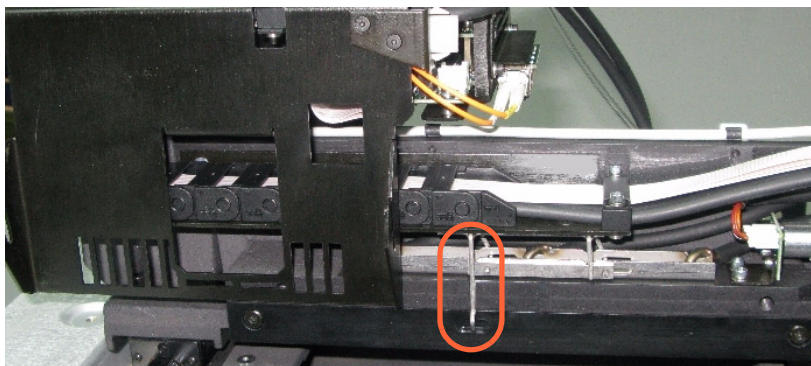

Figure 6-42 : Goupille de blocage du collecteur de déchets du rouleau
3. Tournez la goupille de blocage dans le sens horaire, pour abaisser le support du tube d'évacuation sur le collecteur de déchets du rouleau et fixez la goupille dans son logement (voir la figure 6-42 à la page 32).